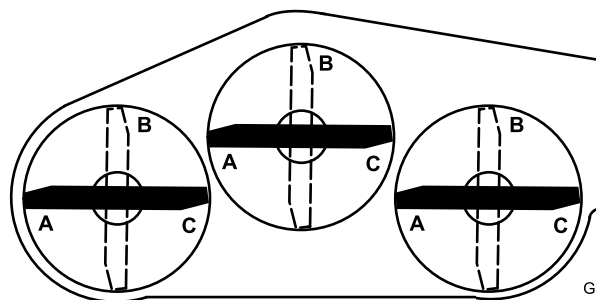
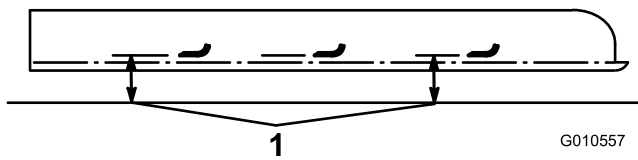

Bild 27
Bild 28
6. Stellen Sie alle drei Messer in die A-Stellung (Bild 27) und messen von der ebenen Fläche bis zur Unterkante jeder Messerspitze (Bild 28), notieren Sie den Wert.
7. Drehen Sie die Messer auf die B-Stellung (Bild 27) und messen den Abstand aller Messer zur ebenen Fläche; notieren Sie die Werte (Bild 28).
8. Drehen Sie die Messer in die C-Stellung, messen und notieren Sie den gemessenen Wert (Bild 27 und Bild 28).